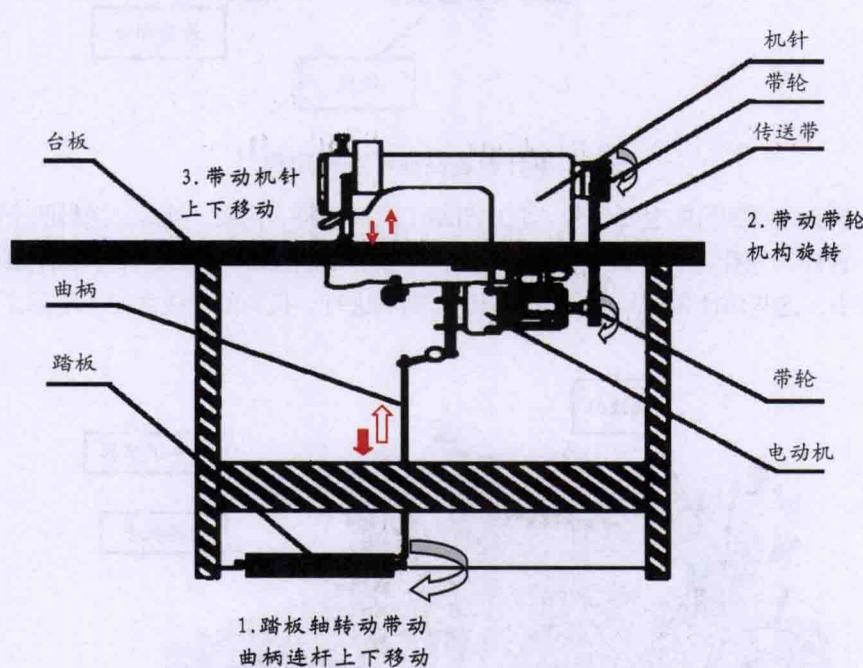

图5 缝纫机的传动部分
(2) 机座通常由台板(下有抽屉、储油箱)、机架、脚踏板三部分组成。台板起着支撑机头的作用,缝纫操作时当做工作台用。机架是机器的支柱,支承着台板,使台板平稳。
(3) 缝纫机的传动部分由带轮、传动带、电动机、开关等部件组成。使用时操作者踩动脚踏板,通过曲柄带动皮带轮旋转,又通过皮带带动机头的带轮旋转。缝纫机的传动部分如图5所示。